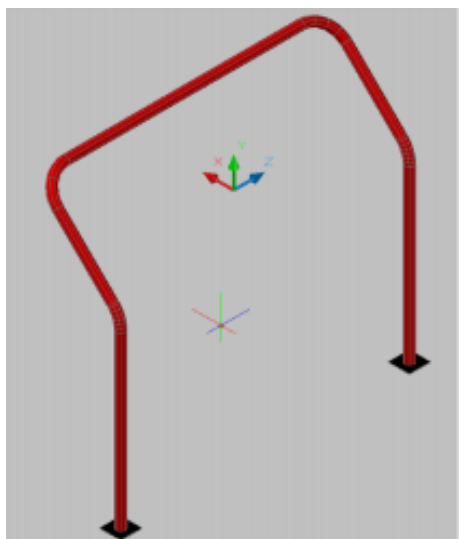

Figura 3
**Arc frontal de securitate** (Figura 3) = structură din țevă de oțel dintr-o singură bucată fără îmbinări, fixată la ambele capete pe podeaua caroseriei, în cazul în care autovehiculul are caroserie sau pe o altă structură constructivă de bază (șasiu sau cadru inferior de bază) dacă autovehiculul nu are caroserie, poziționată în partea din față a scaunelor membrilor echipajului, care copiază forma stâlpilor A și a ramei parbrizului (în cazul în care caroseria există).